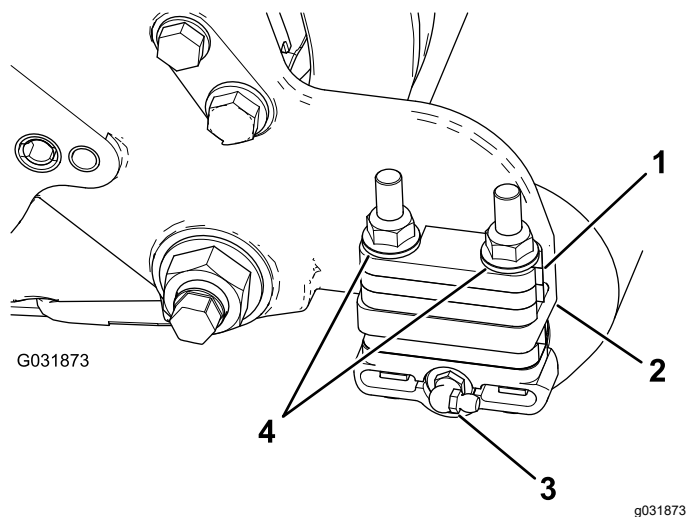

图 8
2. 安装 90 度黄油嘴使其面向后方图 8。
3. 卸下将每个滚筒支架固定到侧板上的 2 个凸缘锁紧螺母和垫圈图 8。